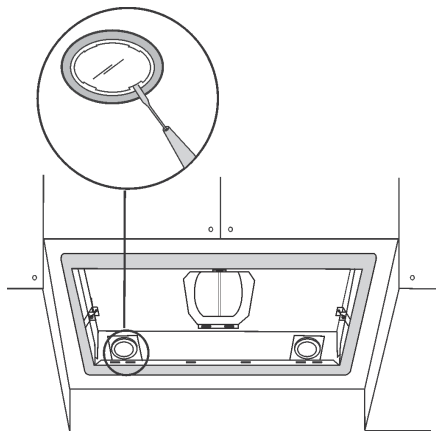

fig.6
3. Ouvrez le cache en faisant levier grâce aux fissures prévues à cet effet (fig. 6).